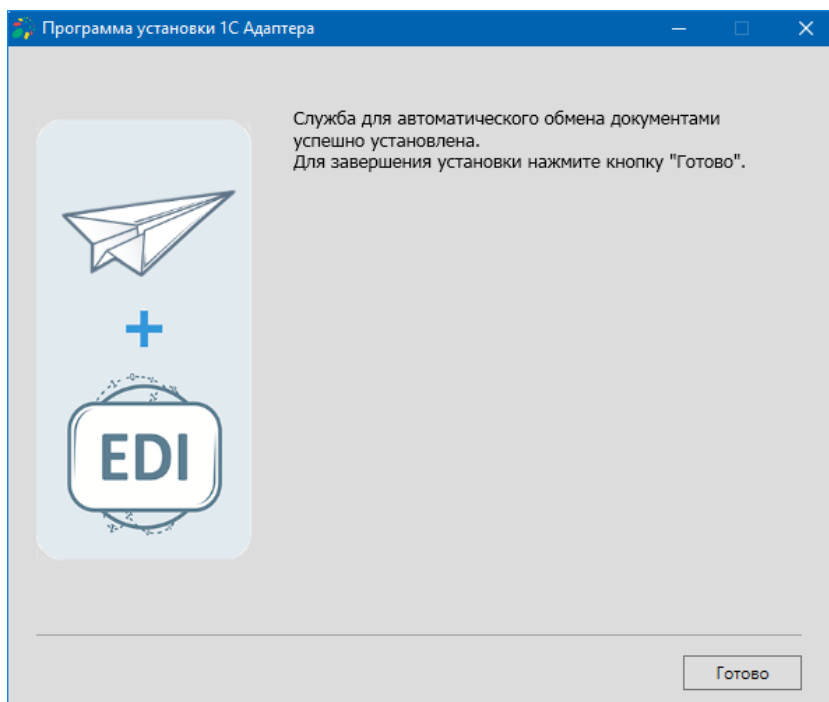

Рисунок 16 – Завершение установки службы
8.1.1.6 После завершения установки службы будет выведено сообщение об успешной установке. Для закрытия программы нажимается кнопка «Готово» (рис. 16).